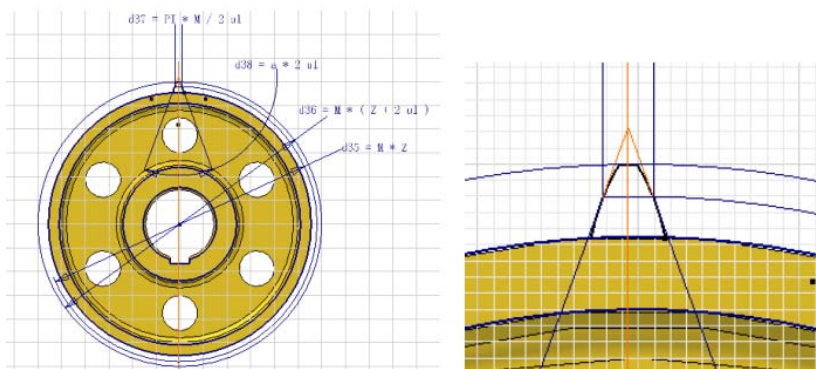

图 8-18 绘制轮齿轮廓
②在齿轮零件的侧面上新建草图，绘制如图 8-18 所示的轮齿轮廓，并进行标注。